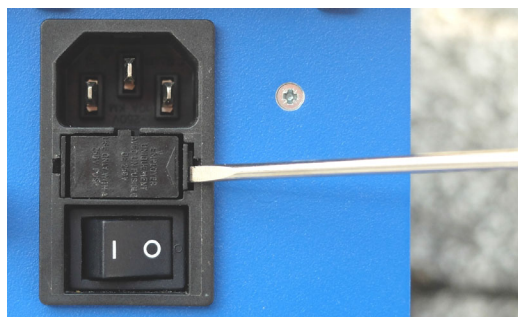

Figura 13-1: Destravamento das linguetas de travamento do suporte de fusível
- ▶ Use uma pequena chave de fenda para desbloquear as duas linguetas de travamento uma depois da outra, como mostra a Figura 13-1.